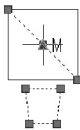
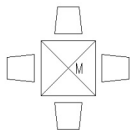

图 4.42 绘制凳子 5
图 4.43 绘制凳子 6
(8) 在无命令状态下选择凳子和辅助线 M, 出现蓝色夹点, 如图 4.42 所示, 单击辅助线 M 中间的夹点使其变红。查看命令行, 此时命令行显示【拉伸】命令。
① 反复按 Enter 键, 直至滚动至【旋转】命令。
② 在指定旋转角度或 [基点(B)/复制(C)/放弃(U)/参照(R)/退出(X)]: 提示下, 输入“C”后按 Enter 键, 执行【复制】子命令。
③ 在旋转(多重)指定旋转角度或 [基点(B)/复制(C)/放弃(U)/参照(R)/退出(X)]: 提示下, 分别输入“90”按 Enter 键、输入“180”按 Enter 键、输入“270”按 Enter 键, 最后按 Enter 键结束命令, 结果如图 4.43 所示。
- 第 (8) 步执行了夹点编辑中的旋转复制命令, 复制出 3 个对象并将它们分别围绕夹点相对于源对象旋转 90° 、 180° 和 270° 。
- 用环形阵列命令也可以实现步骤 (8) 的效果, 参数为: 【中心点】选择辅助线 M 的中点, 选择凳子为旋转对象, 【项目总数】为 4, 【填充角度】为 360° 。
(9) 删除图 4.43 中的两个对角线后, 用【旋转】命令将桌子和凳子旋转 45° , 形成调角布置。